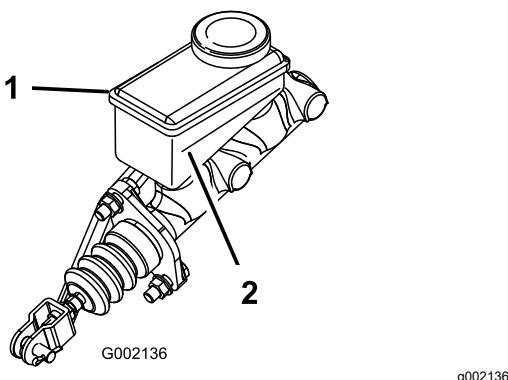

Bild 68
5. Lesen Sie den Flüssigkeitsstand am Stutzen an der Seite des Behälters ab (Bild 68).
- B. Füllen Sie DOT 3-Bremsflüssigkeit in den Behälter, bis der Füllstand über der Minimum-Markierung liegt (Bild 68).